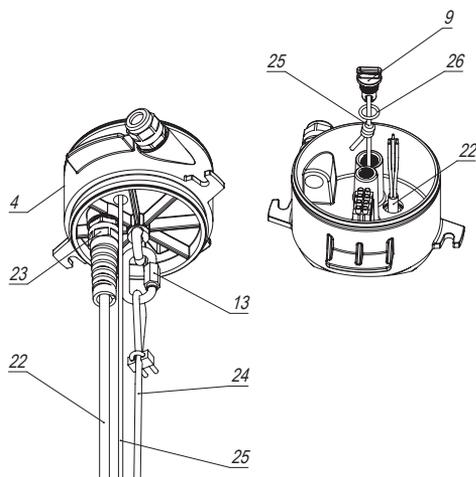

Рисунок 5
Перед установкой (рисунок 5) корпуса (4) на основание (1) крепится страховочный трос от насоса (24) на карабин (13). Также выводится кабель от насоса (22) через гермоввод (23). При наличии сливного клапана* привязывается шнур (25) к заглушке (9).